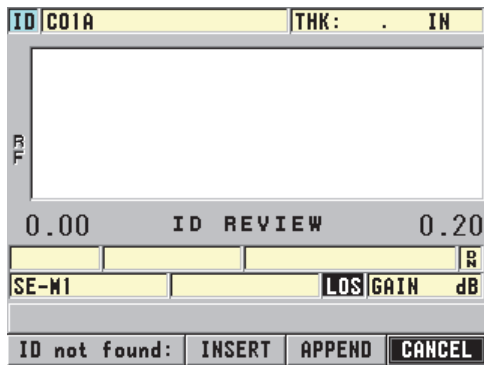

Рис. 6-38 Отредактированный ИД не найден в базе данных
6. Если отредактированный ИД не найден в базе данных, в справочном текстовом поле появляется сообщение (см. Рис. 6-38 на стр. 136). Выберите **ВСТАВИТЬ**, чтобы вставить новый ИД впереди активного ИД.